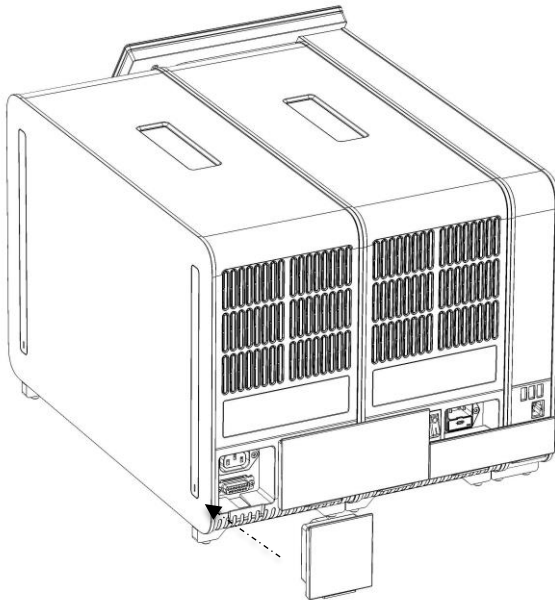

Figura 19. Collegamento del ponte copriterminali.
7. Collegare il ponte copriterminali sul retro del modulo analitico (Figura 19).